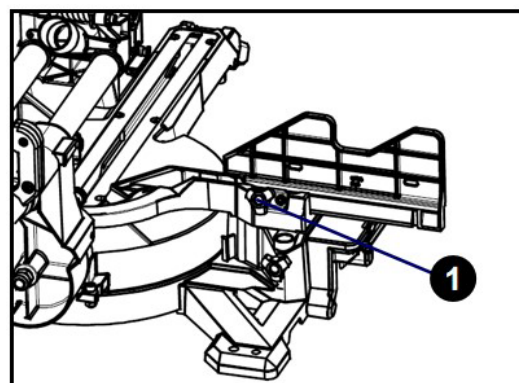

Abb. 6: Montage des beweglichen Anschlags
Schritt 1: Lösen Sie den Verriegelungsknopf (Pos. 1, Abb. 6), um die Spalten am Anschlag freizugeben.